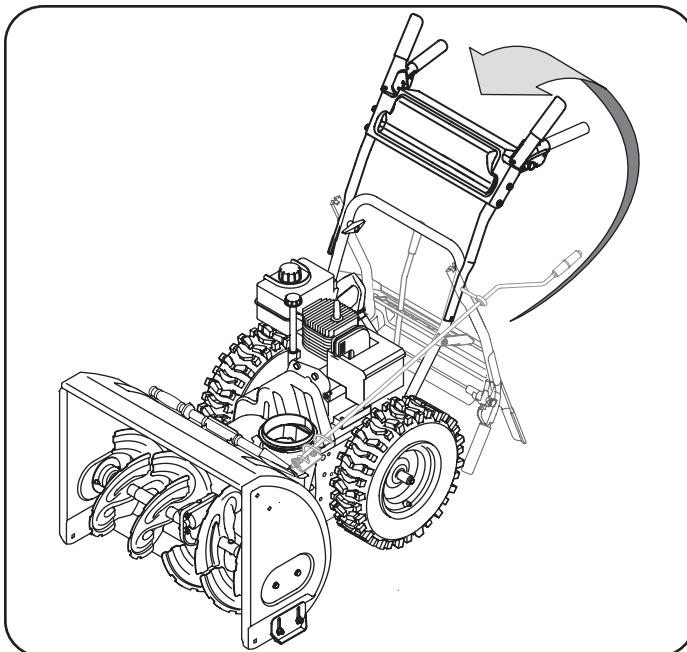

Figura 1
1. Observe el área inferior trasera de la máquina quitanieve para asegurarse de que ambos cables estén alineados con las guías rotatorias antes de girar la manija hacia arriba. Vea la figura 1.